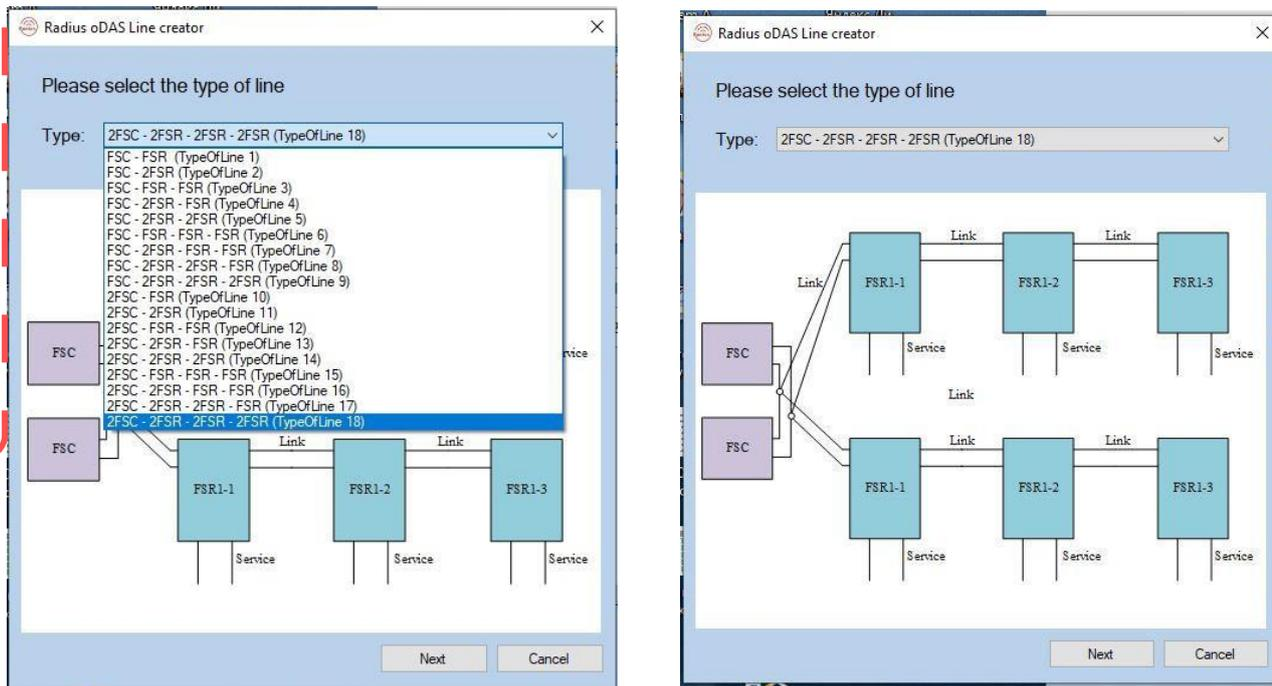

Рисунок 20
2) Линия 2FSC + 6FSR Графическое отображение линии 1FSC + 1FSR отображено на рис. 20)